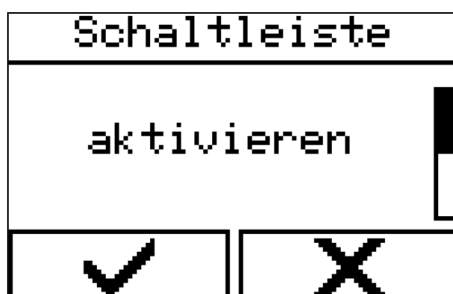

Abb. 103: Schaltleiste aktivieren
2. ➔ „Schaltleiste aktivieren“ (Abb. 103) auswählen.